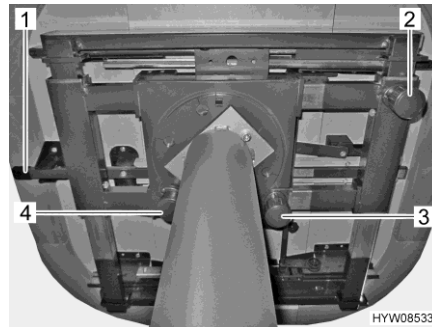
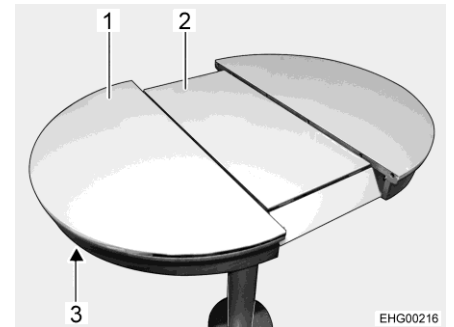

Bild 94 Verstellmöglichkeiten am Tisch
Bild 95 Tischplatte vergrößern
- Knopf (Bild 94,3) nach unten ziehen und halten.
- Knopf (Bild 94,2) nach unten ziehen und halten.
- Knopf (Bild 94,4) der Verriegelung nach unten ziehen.
- Entriegelung (Bild 94,1 und Bild 95,3) nach oben drücken.
- An der Tischplatte (Bild 95,1) ziehen, bis das Mittelstück (Bild 95,2) nach oben kommt und auf Tischplattenhöhe ist.
- Entriegelung (Bild 95,3) nach oben drücken.
- An der Tischplatte (Bild 95,1) ziehen, bis das Mittelstück (Bild 95,2) frei wird.